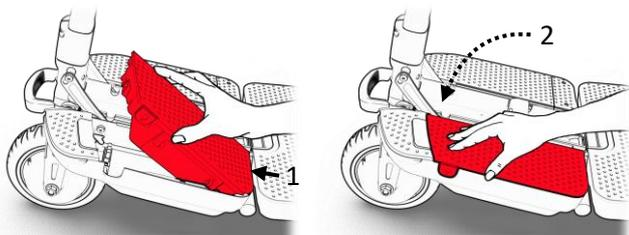

Figure 17
Pour installer la batterie, insérez d'abord la partie arrière de cette dernière (1), puis poussez l'avant jusqu'au déclic qui confirme qu'elle est en place (2) (voir la figure 17).